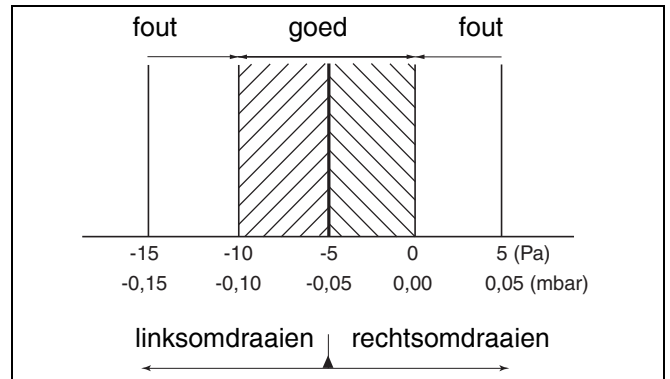

fig. 62 Drukverschil gas/lucht bij laaglast
- Controleer tijdens het schoorsteenvegerbedrijf de gas/lucht-verhouding. De gas/lucht-verhouding wordt gemeten als een drukverschil tussen de druk in het gasregelblok en de druk in de atmosfeer. Dit drukverschil dient tussen de -0,10 en 0 mbar te liggen. Het nominale drukverschil is dus -0,05 mbar (→ fig. 62).